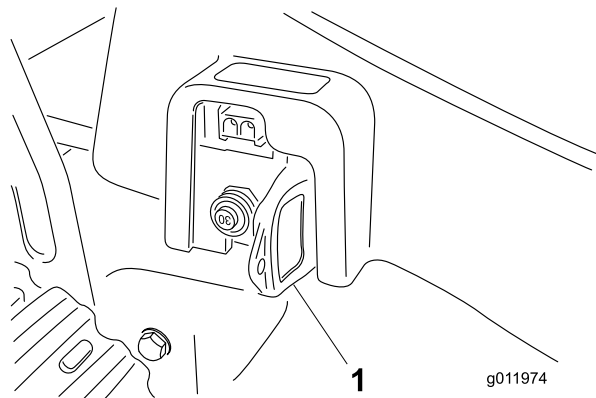

Figure 3
1. Si la clé est dans la prise, sortez-la (Figure 3).
1. Enlevez la clé de la prise (Figure 3).